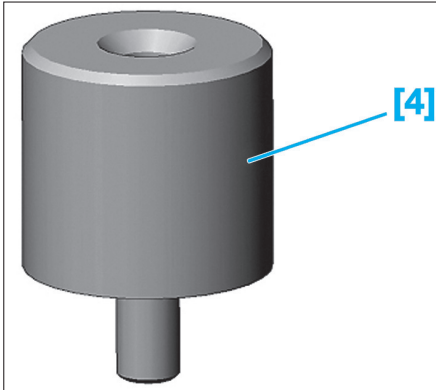

Fig. 23
- [4]. Tampon de montage (Ref. 0621-M) (Fig.23).